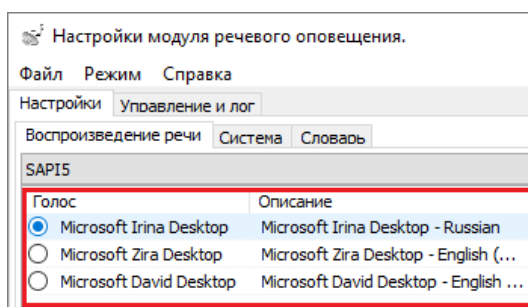

Рисунок 8-183 Выбор голоса для речевого оповещения
- голос для оповещения (см. Рисунок 8-183);